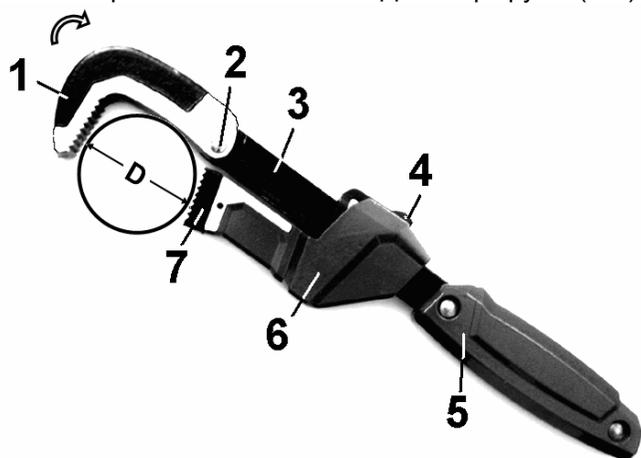

Рис. 1
2. Нажмите кнопку блокировки (4), переместите каретку (6) в крайнее положение – в направлении рукоятки (5).
3. Установите ключ на трубу, оттяните ключ за ручку (5) на себя так, чтобы верхняя губка (1) отклонилась в направлении стрелки, см. Рис. 1.
4. При маленьких диаметрах трубы устанавливайте ключ так, чтобы контакт трубы был посередине верхней губки (1).
5. Переместите каретку (6) до контакта нижней губки (7) с трубой.
6. Не перекашивая ключ, аккуратно поворачивайте его за рукоятку (5) по часовой стрелке до момента надёжного самозахвата, после чего производите вращение трубы по часовой стрелке, Рис. 1.
7. Для освобождения ключа или для перехвата трубы необходимо ручку (5) повернуть в противоположном направлении. Установите ключ на трубе в удобном положении, повторите пункт 6.
8. Для вращения трубы против часовой стрелки необходимо переустановить ключ в зеркальном положении, Рис. 1.